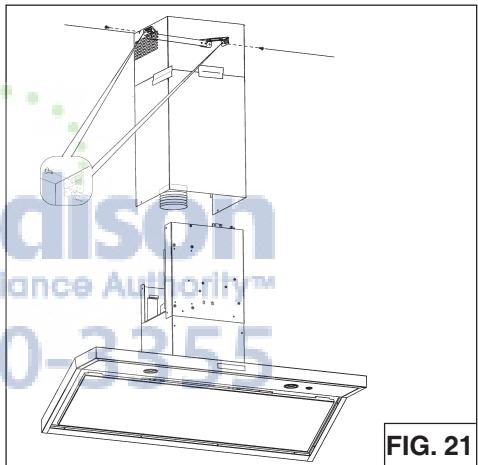

FIG. 21
6. Levante el tubo de humos en su posición por arriba de la campana. Asegure el tubo de humos superior al soporte de montaje del tubo con (2) tornillos de 3.9 x 6 mm (Fig.21).